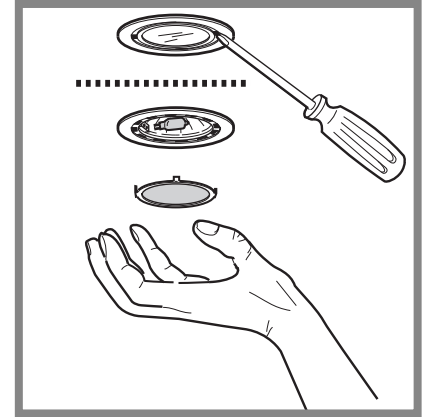

Abb. 5
- Entfernen Sie die Lampe; heben Sie diese hierzu mit einem kleinen Flachsraubenzieher an (Abb. 5).